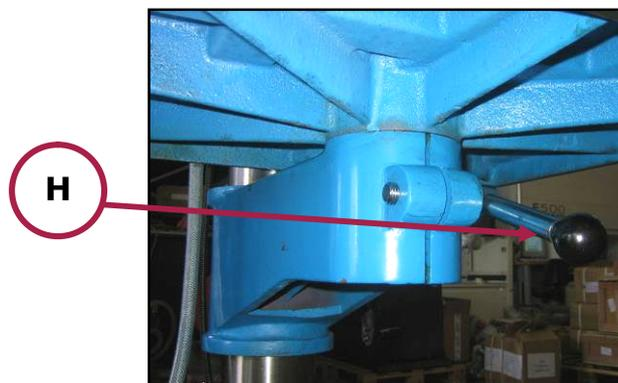

Figura 21 – Rotazione tavola
- Sbloccare la leva di bloccaggio (H) ubicata sotto la tavola (figura 21).
- Serrare la leva di bloccaggio (H).